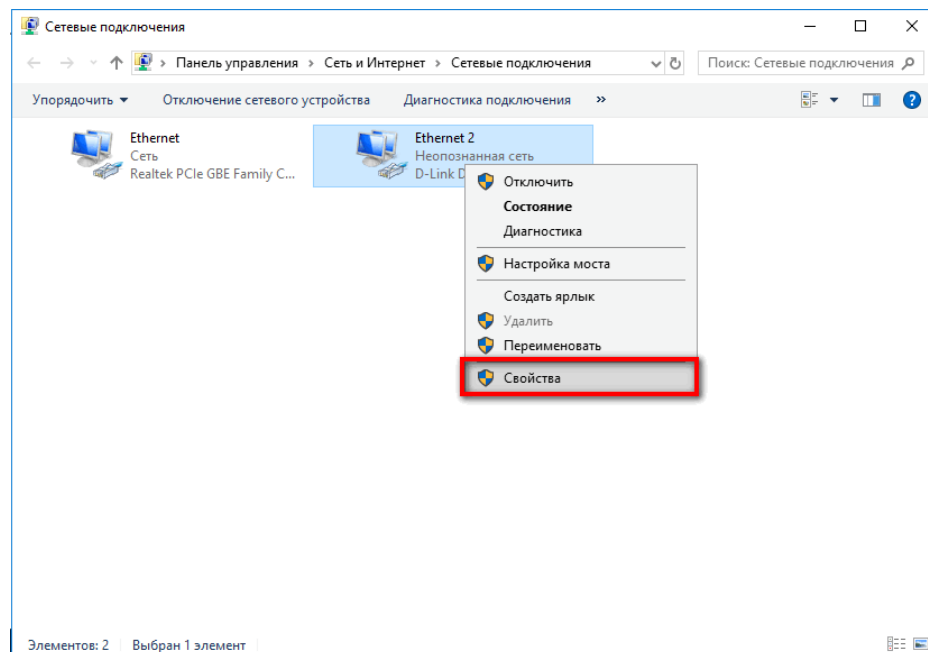

Рис. 3.3 Перейти к свойствам Ethernet-подключения
4.3. Нажмите правой кнопкой мыши по Ethernet-подключению и выберите **Свойства** (рис. 3.3).